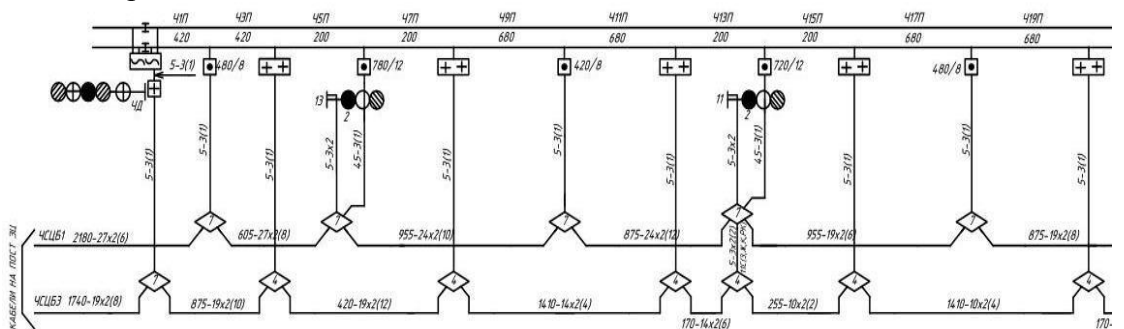

Рисунок 11 – Фрагмент путевого плана перегона
15. Дан фрагмент путевого плана перегона с рельсовыми цепями тональной частоты (Рис. 11). Определить номиналы несущих и модулирующих частот, а также объяснить их выбор;